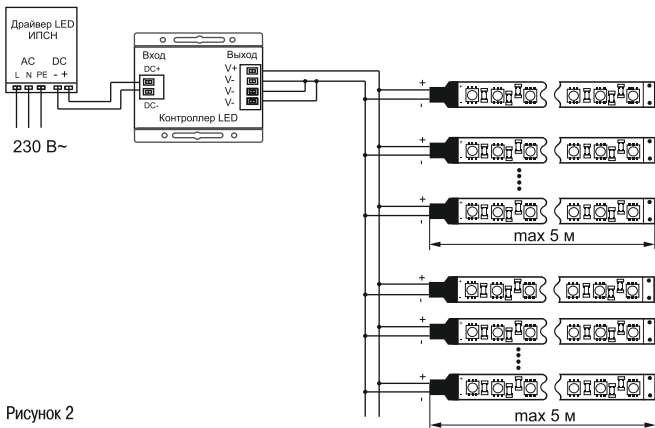

Рисунок 2
5.6.3 Подключение белой или цветной ленты производить согласно маркировке на ленте к разъёмам «Выход» трёхканального контроллера "V"+; "V-", согласно полярности, при этом выходные каналы соединить вместе (рисунок 2). При необходимости подключить отдельным проводом дополнительную ленту параллельно к контроллеру.